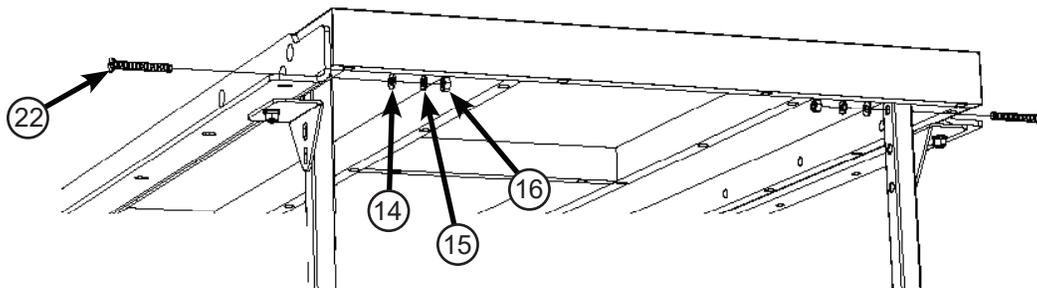

Fig. 8
Les pieds de support se fixent aux extrémités extérieures des rails et de la table à rallonge à l'aide de boulons à tête fraisée à six pans creux M8 x 65 (22). Alignez le trou supérieur d'un pied de force avec le deuxième trou le plus extérieur du rail avant et le trou supérieur de la deuxième jambe de force avec le trou le plus extérieur du rail arrière. Assurez-vous que les pieds sont placés contre l'intérieur de la table à rallonge. Insérez les boulons M8 x 65 (22) dans les trous de chacun des rails, table à rallonge et de chacun des pieds. Placez une rondelle M8 (14) et une rondelle de loquet M8 (15) sur l'extrémité filetée de chaque boulon, puis vissez un écrou hexagonal M8 (16) sur chaque boulon (voir fig. 8). Serrez les écrous à la main ; ne les serrez pas complètement.